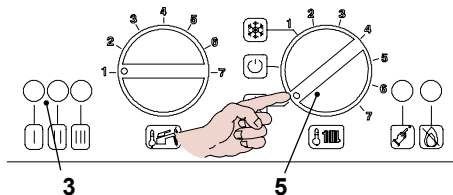

Figura 2.3
- Ruotate il selettore 5 come in Figura 2.3 ; la lampada di segnalazione 3 lampeggia ad intermittenza circa ogni 2 secondi.